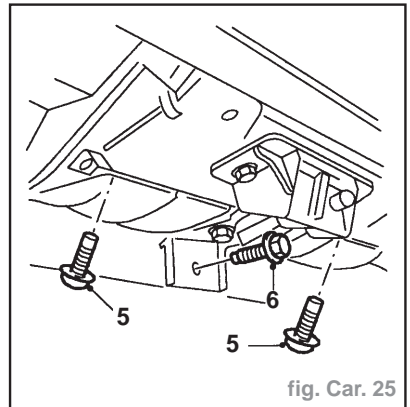

fig. Car. 25
- Enlever 2 vis Torx maintenant l'airbag passager sur le tableau de bord (5) (fig. Car. 25).